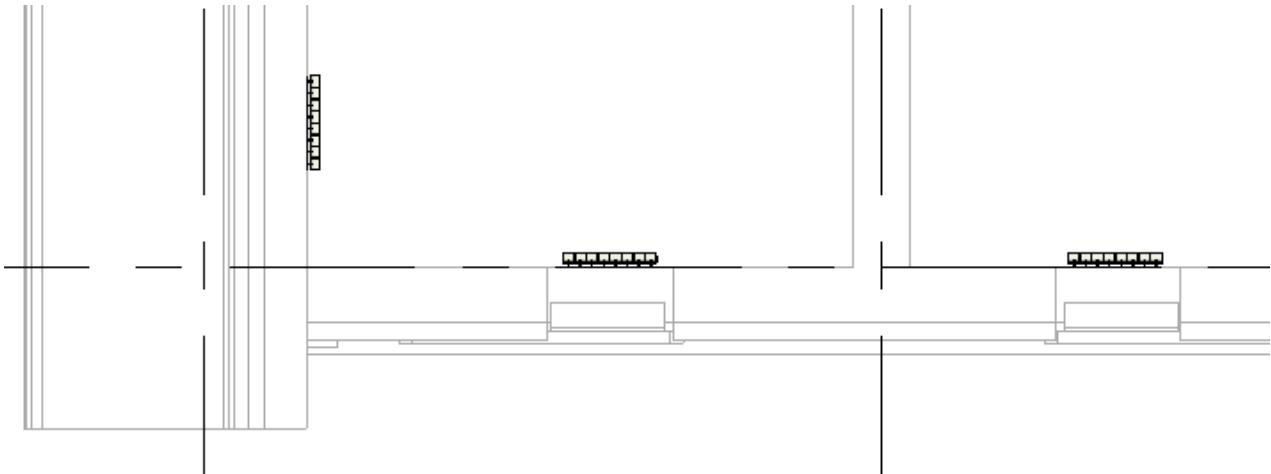

Рисунок 5.17. Расстановка радиаторов на плане здания
2. Задать смещение радиаторов относительно заданного уровня – радиаторы расставляются в необходимых местах на плане здания (рисунок 5.17).